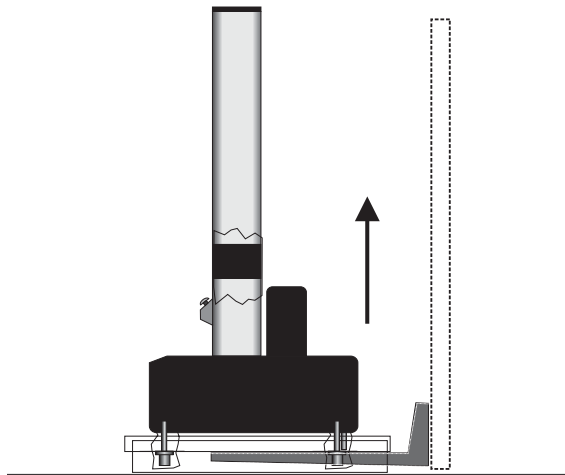

Figura 12. Sollevamento del telaio utilizzando lo skid di spedizione
2. Inserire con cautela le forche sotto lo skid di spedizione, come mostrato in Figura 12 a pagina 65.